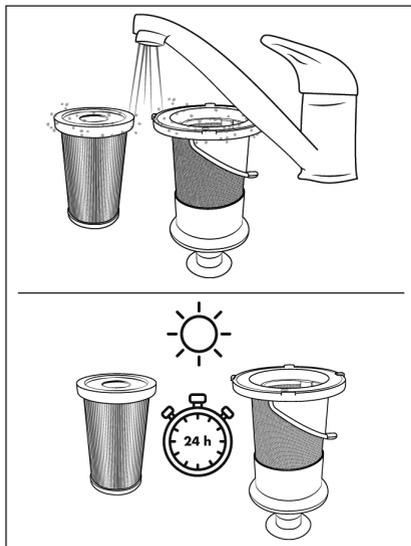

Fig. 20
- 5) Rincez le filtre HEPA **5** et le filtre en acier inoxydable **6** sous l'eau froide ou tiède. Laissez le filtre HEPA **5** et le filtre en acier inoxydable **6** sécher complètement à l'air avant de les replacer dans le bac à poussière **7** (voir fig. 20).